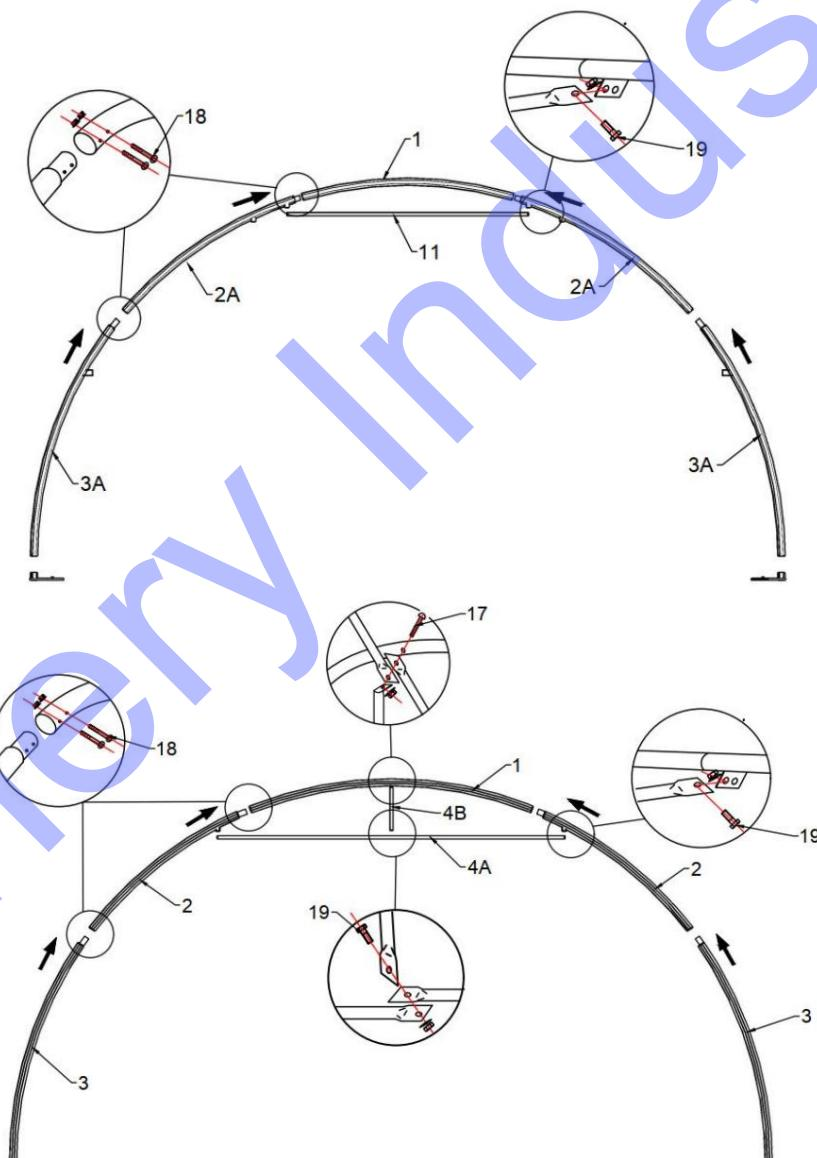

Figure 4
1. Comme le montre la figure 4, il faut trouver un tube courbé pour toit (n° 1), deux morceaux de tubes courbés centraux pour portes (n° 1). 2), Abaissez le tube coudé (n° 3) et assemblez chaque arc de groupe avec la vis M8x60 (n° 18). NE PAS installez la vis sur le dessus de la ferme où reposera le tissu.